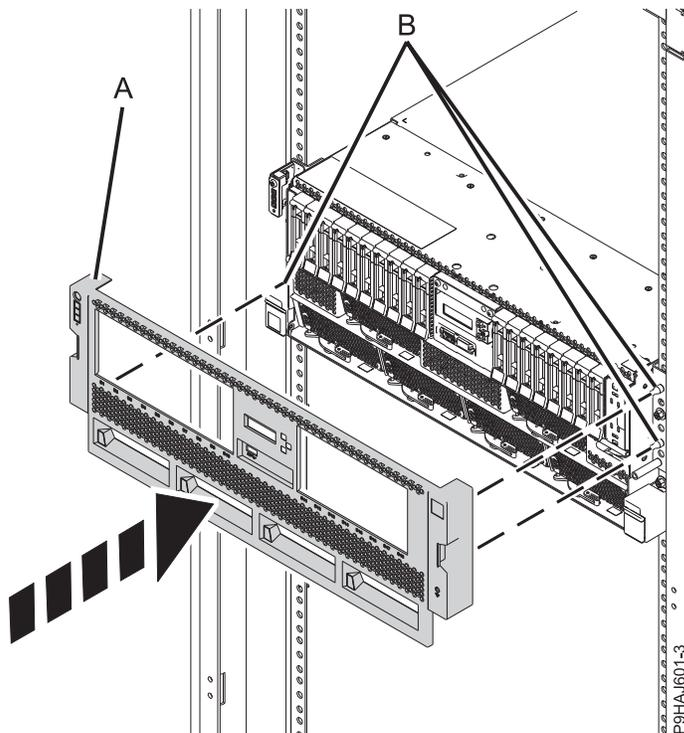

Figure 47. Installation du capot avant
2. Pour un système monté en armoire, poussez délicatement le capot avant (A) jusqu'à ce qu'il soit en place. Le capot est doté de renforcements permettant de le tenir plus facilement. Utilisez les broches d'alignement (B) pour fixer le capot sur le système comme illustré dans la figure 47, à la page 69.